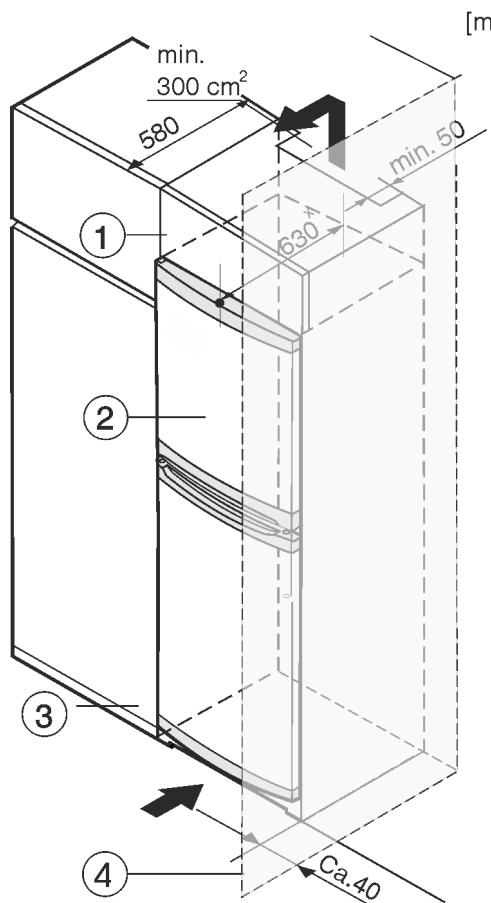

Fig. 8
Перед встановленням пристрію можна змінити його конструкцію відповідно до кухонної шафи. Щоб привести висоту пристрію Fig. 8 (2) у відповідність із розмірами кухонної ніші, можна встановити на нього спеціальну шафу Fig. 8 (1).
У разі переобладнання кухонними шафами (глибина щонайбільше 580 мм) пристрій можна встановити безпосередньо поруч із кухонною шафою Fig. 8 (3). Пристрій виступає за передню частину кухонної шафи на 34 мм з боків і на 50 мм посередині.
Якщо пристрій із шарнірами встановлюється поруч зі стіною Fig. 8 (4), відстань між пристроєм і стіною має становити щонайменше 40 мм. Це відповідає необхідній відстані для ручки після відкривання дверцят.